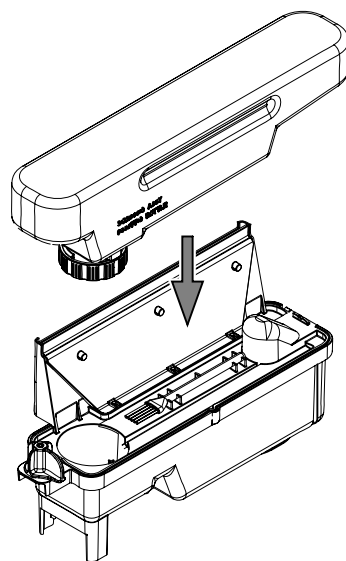

Fig. 9
13. Setzen Sie das Brennstoffbett auf den Wassertank und die Abzugsdüse. (Abb. 9)